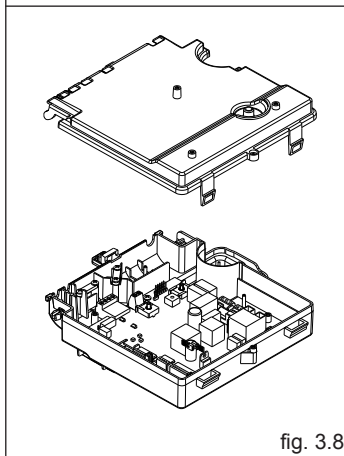

fig. 3.8
- rimuovere la copertura morsettiera (fig. 3.8)